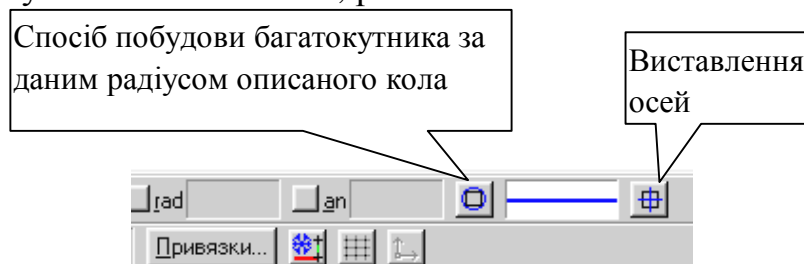

Рис. 56.
3. Клацанням миші на кнопці *Спосіб побудови* переведіть команду в режим побудови багатокутника за даним радіусом описаного кола, увімкніть кнопку *Виставлення осей*, рис. 56.